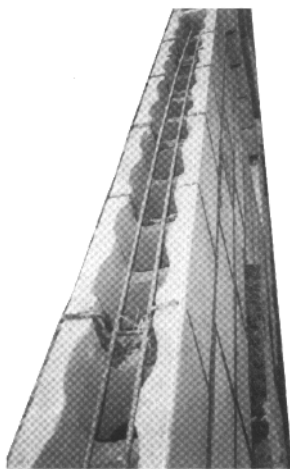

图3 水平系梁钢筋固定架
5)根据设计要求,2、3层采用全灌芯混凝土,砌块强度采用MU15承重砌块。第一皮砌块全部采用清扫孔砌块,采用孔对孔、肋对肋对孔错缝砌筑,在保证搭接长度的同时也保证芯柱上下贯通。上下砌块最小搭接长度不小于90mm。施工时容易出错的是K2块,有时把上一皮砌块的大孔对在下一皮砌块的小孔上,芯柱形成半孔,这样浇筑芯柱混凝土时不能上下贯通,振捣棒也不能下到芯柱底部,施工时必须注意。每三皮采用水平系梁砌块,砌筑时把系梁块多余壁肋敲掉,形成凹槽。墙体是L型、T型、十字型时局部砌块需要用无齿锯加工(如图2)。在凹槽内放置两根水平系梁钢筋(图3),钢筋长度大于4m时允许有搭接,搭接长度大于500mm,并用 $\phi 3$ mm钢丝就位架固定。就位架横向尺寸按砌块槽宽下料,就位架的间距为800mm~1200mm,节点